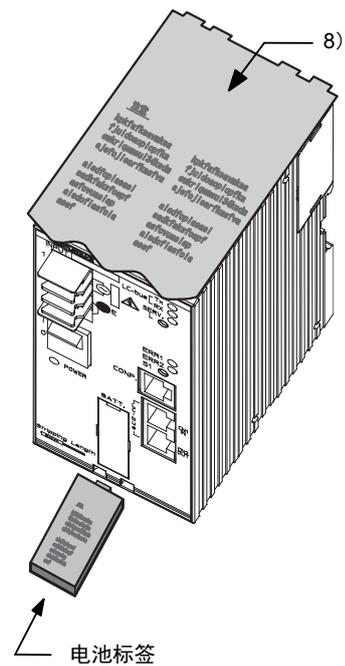

图5 电池标签和保护标签
- 8) 接通电源前，请撕下贴在上方的保护标签。（参照图5）